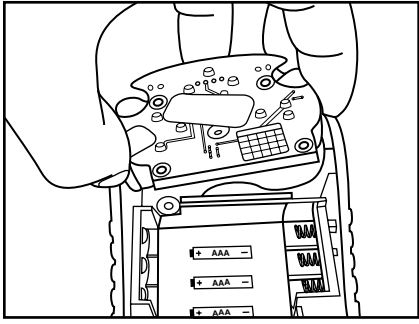

Fig. 37
- 4. Retirer l'ensemble de capteurs de l'instrument (Fig. 37).